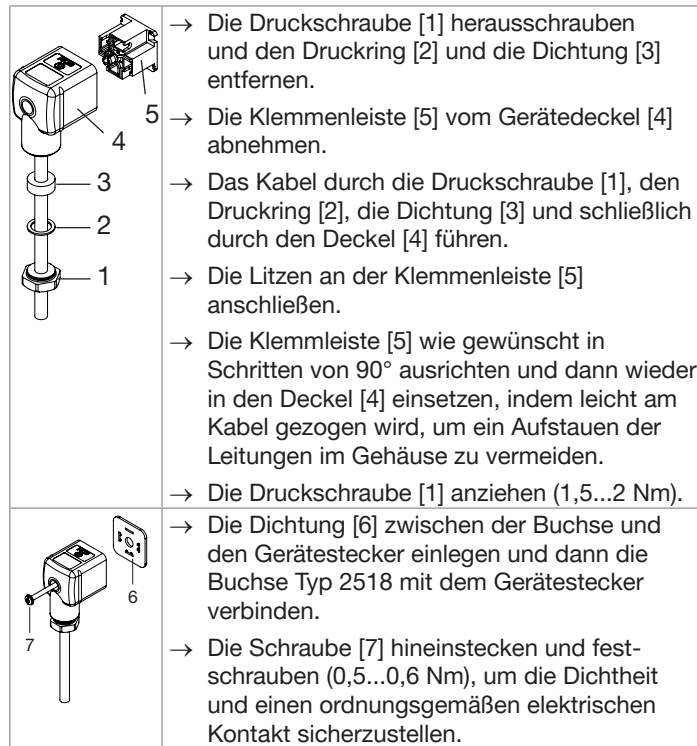

Abb. 5: Montage der Buchse Typ 2518 (mitgeliefert)
- die Mutter [1] (siehe Abb. 5) von der mit dem Gerät gelieferten Buchse Typ 2518 losschrauben;